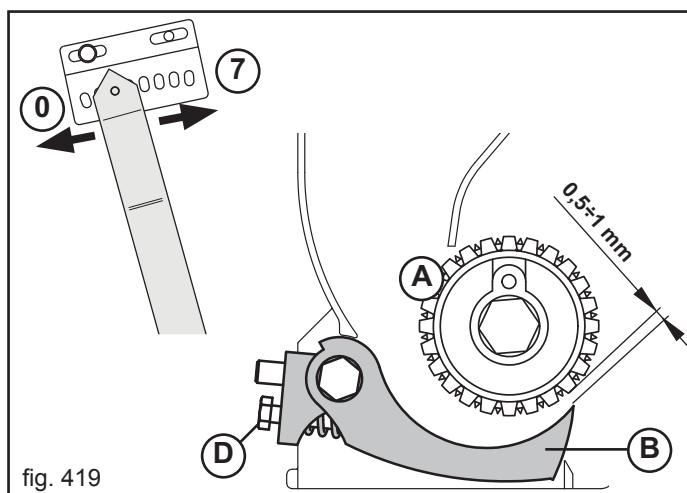

fig. 419
La leva di regolazione dei tastatori (Fig. 419) agisce su una scala graduata da «0» a «7» posizioni. In relazione al tipo di concime utilizzato, è necessario posizionare la leva in base al numero rilevato dalla tabella di distribuzione.
I tastatori (B, Fig. 419) correttamente posizionati assicurano una distribuzione fluida e costante del concime.
Per ottenere una distribuzione ottimale del concime verificare periodicamente la posizione dei tastatori (B): la leva (Fig. 419) in **posizione «0»**, con il dado (D, Fig. 419), regolare la distanza tra il tastatore e il rullo distributore (A) a $0,5 \div 1$ mm (Fig. 419).
- Posizione tastatori (Fig. 419).